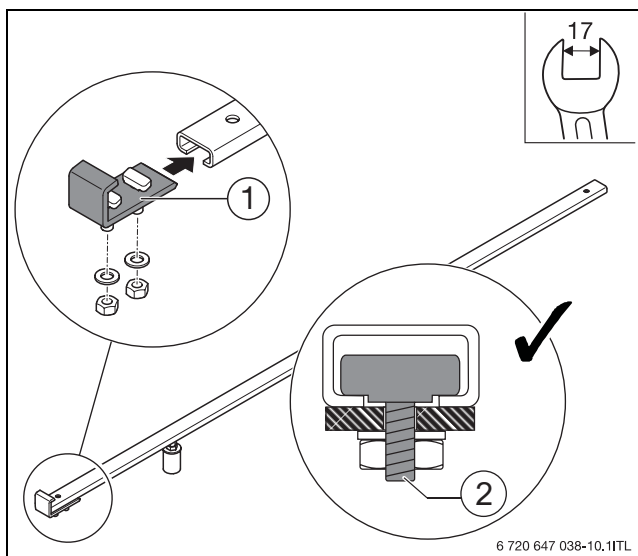

Bild 17 Haltekralen montieren
- ▶ Haltekralen unten wie beim ersten Kollektor verschrauben (→ Seite 15, Bild 17).